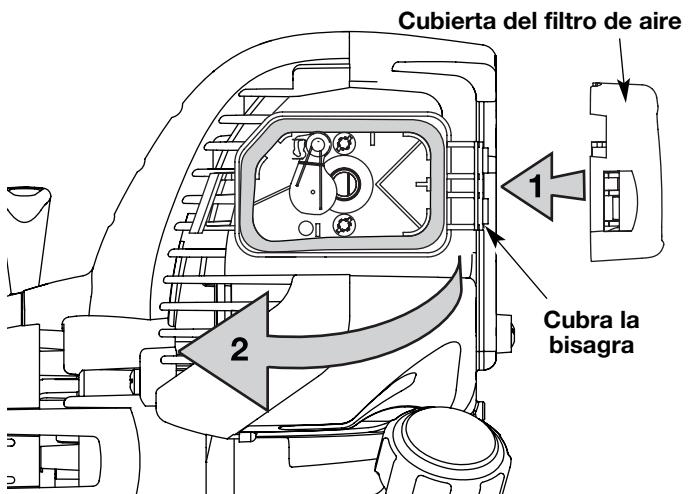

Fig. 33
7. Vuelva a instalar la cubierta del filtro de aire. Coloque los ganchos del lado derecho de la cubierta del filtro de aire en las ranuras del lado derecho de la placa posterior (Fig. 33, no.1).
8. Mueva la cubierta hacia la izquierdo derecha hasta que la orejeta del filtro de aire calce en su lugar en la ranura de la placa posterior (Fig. 33, no. 2).
12. Vuelva a colocar la cubierta del silenciador. Deslice las muescas a los lados de la cubierta del silenciador sobre las orejetas de la cubierta del motor y enganche en su lugar (Fig. 33).